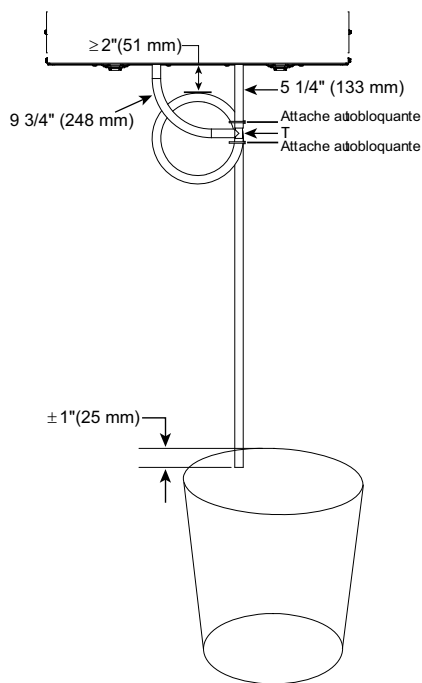

Fig. 10 – Connexion de Vidange
- Couper la longueur appropriée de boyau de drainage (voir les illustrations ci-dessous) (**Fig. 10**).